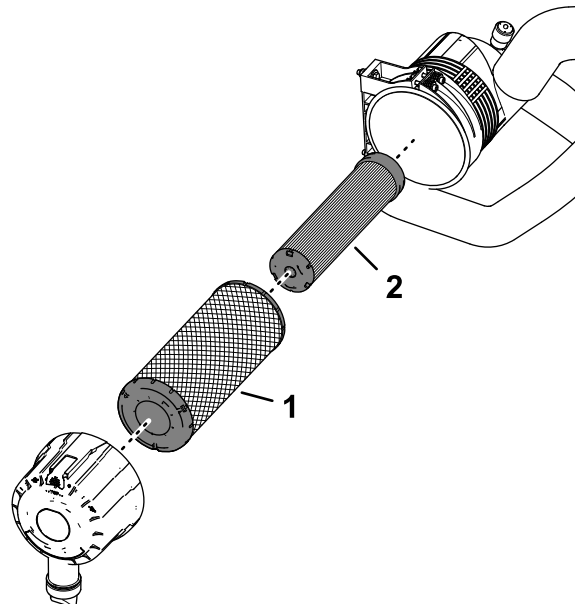

Figure 65
1. Contrôlez l'élément de sécurité du filtre (Figure 65). Remplacez-le s'il est encrassé.
**Important:** N'essayez jamais de nettoyer l'élément de sécurité (Figure 65). Remplacez-le une fois sur trois, quand vous effectuez l'entretien du préfiltre.